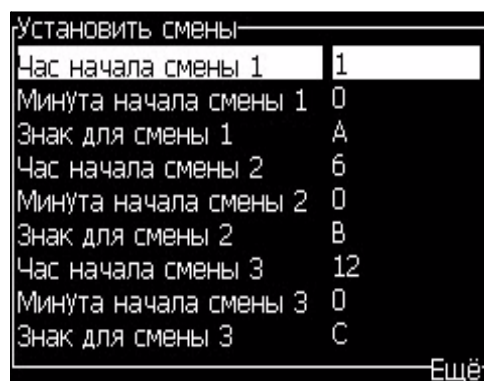

Рисунок 5-32: Установка смен
- 3 Нажмите кнопку “Enter” (ввод) для открытия диалогового окна “Set Shifts” (установка смен) (Рисунок 5-32 на странице 5-46).